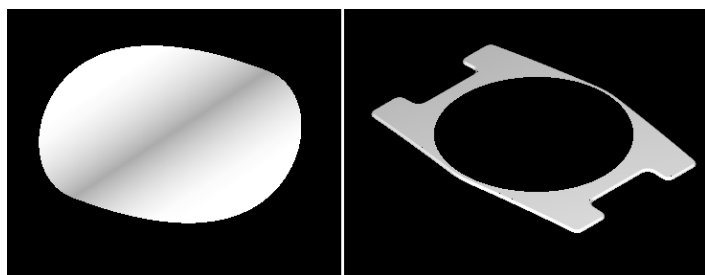
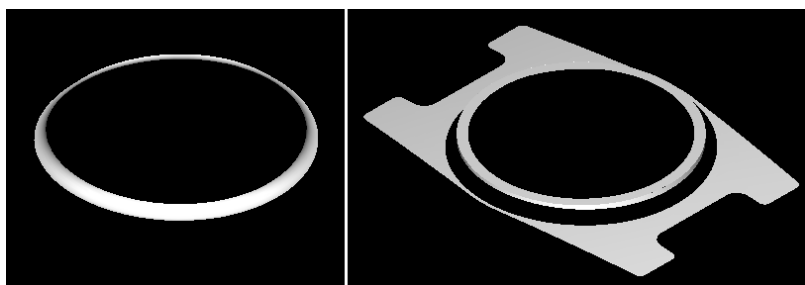
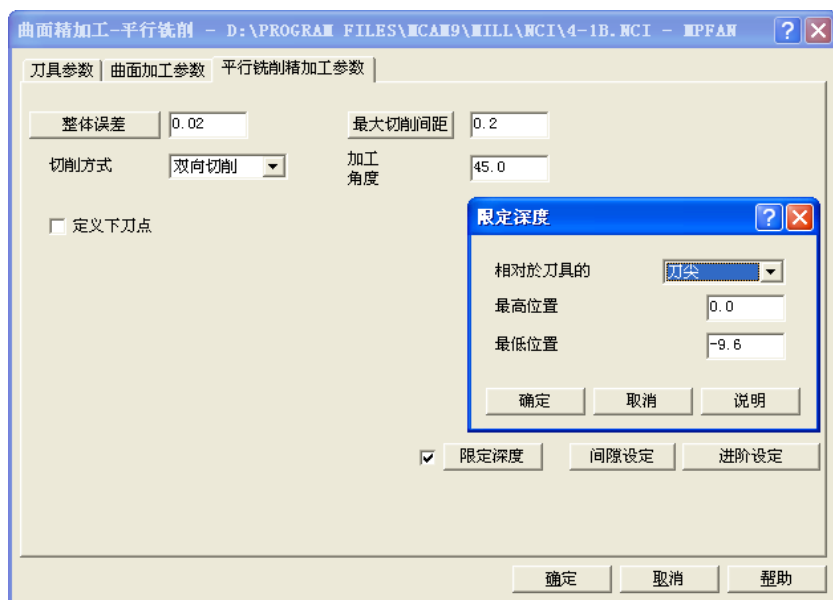

图 4-38 加工面的选择
图 4-40 加工面和干涉面的选择
图 4-41 步骤 11) 的平行铣削精加工参数
7) 选择“曲面粗加工-挖槽”，继续选择 $\phi 6$ 平刀，除将主轴转速设定为 2500 外，刀具参数、参考高度和进给下刀位置均同步步骤 1)；加工面的选择如图 4-38 左图所示，切削范围选择 $\phi 40$ 圆，设定加工的曲面/实体预存量：0.2，刀具的切削范围中刀具位置点选“中”；在“粗加工参数”选项卡中输入 Z 轴最大进给量：0.3，勾选“由切削范围外下刀”，其余默认；切削深度参数、挖槽参数设定均同步步骤 4)。将步骤 4)～7) 设定为一个群组，名称为 CX。
10) 选择“曲面精加工-平行铣削”，从刀库中选择 $\phi 6$  R3 球刀，将刀具编号改为 4，除将主轴转速设定为 3000 外，其余刀具参数、参考高度和进给下刀位置等均同步骤 8)；在“曲面加工参数”选项卡中，图形选择如图 4-38 左图所示，设定加工的曲面/实体预留量：
11) 选择“曲面精加工-平行铣削”，仍然选择 $\phi 6\text{ R3}$ 球刀，刀具参数、参考高度和进给下刀位置等均同步骤 10)；在“曲面加工参数”选项卡中，加工的图形选择图 4-38 右图所示，干涉面的选择如图 4-40 左图所示，设定加工的曲面/实体预留量：0.0，干涉的曲面/实体预留量：0.0，不设定刀具的切削范围；在“平行铣削精加工参数”选项卡中，切削方式选择“双向切削”，单击“整体误差”，设定过滤比率为 1:1，设定整体误差：0.02，设定最大切削间距：0.2，加工角度：45.0，勾选“限定深度”，在“限定深度”对话框里，设定最高位置：0.0、最低位置：-9.6，间隙设定参数同步骤 10)，如图 4-41 所示。
12) 选择“曲面精加工-等高外形”，继续选择 $\phi 6\text{ R3}$ 球刀，刀具参数、参考高度和进给下刀位置等均同步骤 10)；在“曲面加工参数”选项卡中，加工的图形选择图 4-40 左图所示，干涉面的选择如图 4-40 右图所示，设定加工的曲面/实体预留量：0.0，干涉的曲面/实体预留